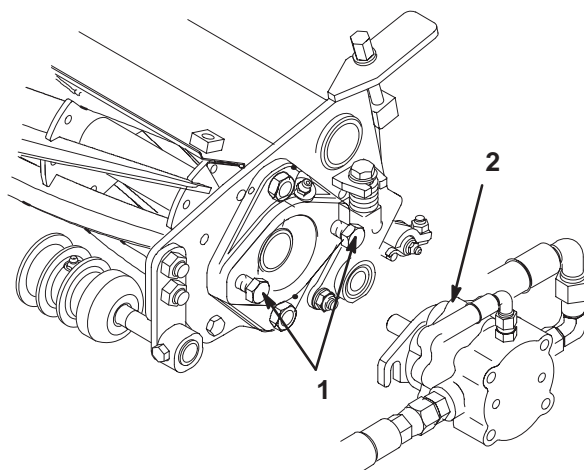

**Figura 13**
**Nota:** Gli attacchi di trazione sono preimpostati in fabbrica, pertanto, nel caso debbano essere smontati, rimontateli rispettando le dimensioni riportate nella Figura 13.